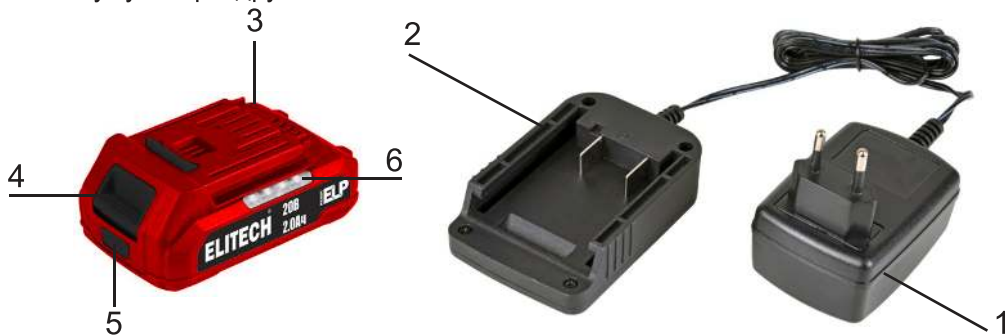

Рис. 4
- Подключите зарядное устройство 1 (рис. 4) к электросети 230В/50Гц. Зеленый световой индикатор на блоке питания зарядного устройства загорится.
- Извлеките аккумуляторную батарею из инструмента, нажав на кнопку разблокировки 4 (рис. 4) и потянув аккумуляторную батарею из инструмента.
- Вставьте аккумуляторную батарею 3 в адаптер зарядного устройства 2 (рис. 4).
- Извлеките аккумуляторную батарею из устройства, нажав на кнопку разблокировки аккумуляторной батареи 4 (рис. 4) и потянув аккумулятор из устройства.
Нажмите на кнопку проверки заряда аккумуляторной батареи 5 (рис. 4), расположенную на корпусе аккумуляторной батареи. Светодиодные индикаторы 6 (рис. 4) укажут уровень заряда аккумуляторной батареи.